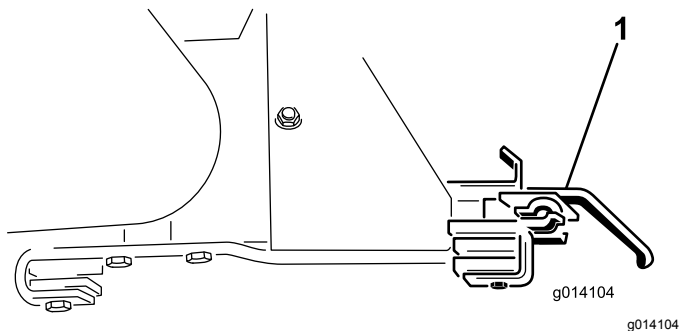

Bild 59
18. Entfernen Sie die beiden Optionsbefestigungshalterungen (**Bild 59**).